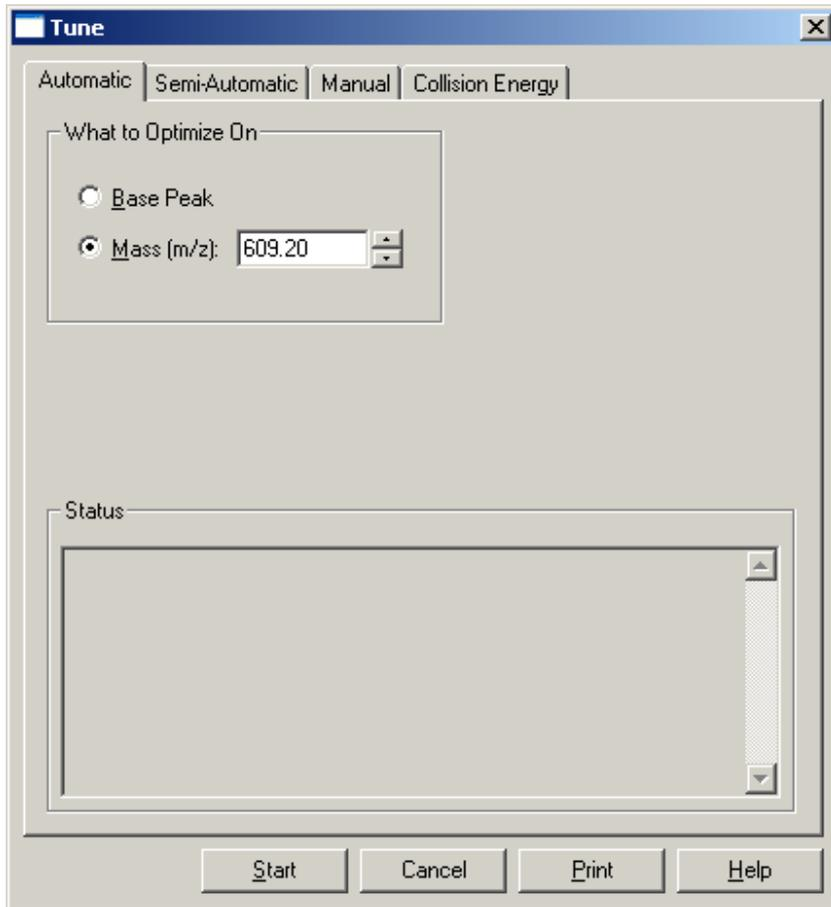

图 7-5. Tune 对话框, 图中所示是自动调谐页面
1. 在Control/Scan Mode工具栏中, 点击Tune钮来显示自动调谐页面, 见图7-5。